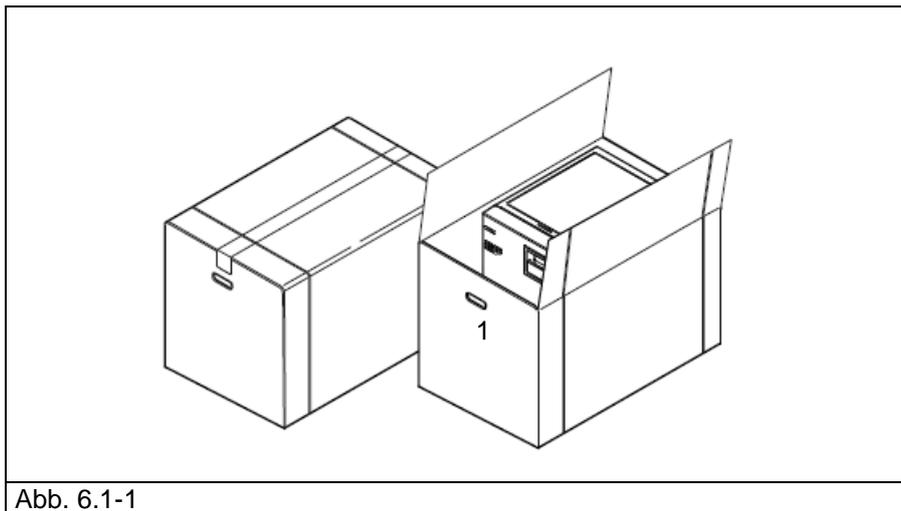

Abb. 6.1-1
Das Gerät und seine Verpackung sind empfindlich und daher mit Sorgfalt zu handhaben. Beim Transport Erschütterungen und Stöße vermeiden. DIE HANDGRIFFE DER VERPACKUNG (1 in Abb. 6.1-1) DIENEN ZUM SENKRECHTEN HEBEN. In einem trockenen und sauberen Raum aufbewahren. Die Verpackung muss über den gesamten Garantiezeitraum aufbewahrt werden.
- Die Klammern entfernen, mit denen der obere Teil der Kartonverpackung geschlossen wurde (Abb. 6.1-1).